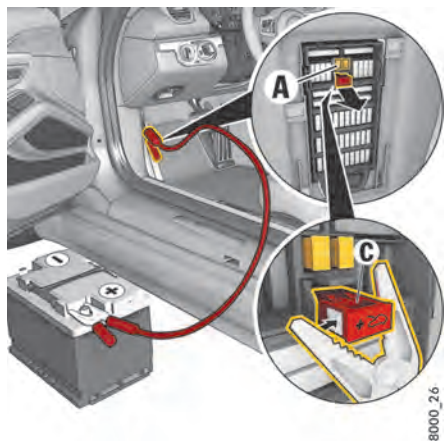

Fig 37 : Déverrouillage d'urgence du capot du coffre à bagages – Raccordement de la borne plus
8. Insérez la borne plus **C** (Fig. 37) dans la boîte à fusibles et remettez en place le cache en plastique de la boîte à fusibles.